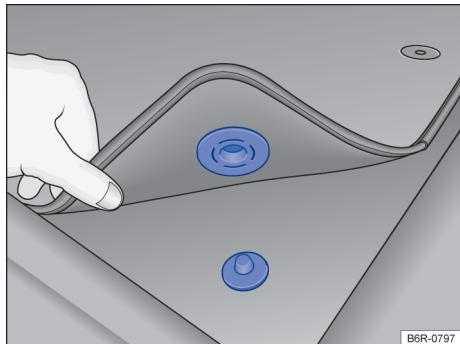

Fig. 18 Tapete dianteiro do lado do condutor com fixação no pino do carpete.
- ✓ Acomodar bem o tapete na área para os pés do lado do condutor de modo que não obstrua a área dos pedais. Dependendo da versão do veículo, o tapete dianteiro do lado do condutor pode ter fixação no pino do carpete → **Fig. 18**.